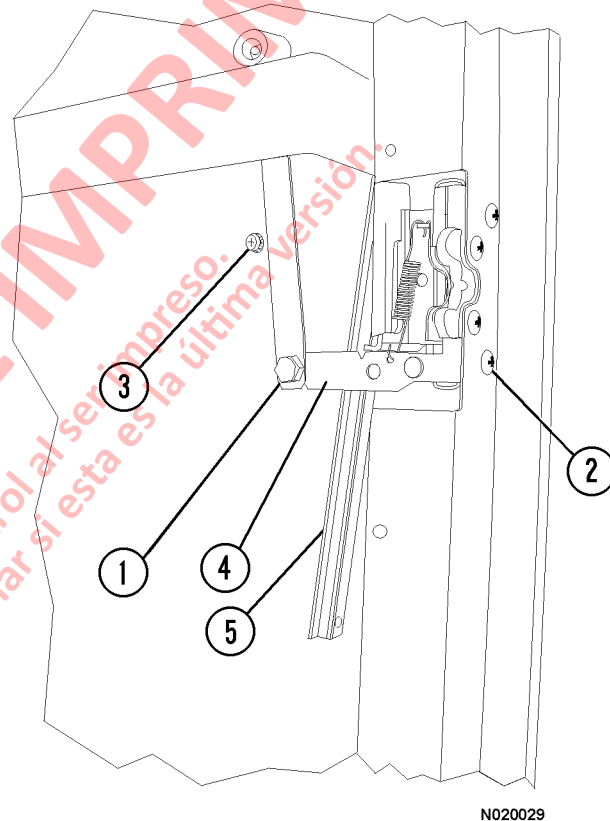

FIGURA 2-14.
3. Saque el tornillo y la tuerca de la palanca de liberación interior (1, Figura 2-14).
4. Saque los cuatro tornillos de montaje (2) que sujetan el mecanismo del seguro a la puerta.
5. Saque el mecanismo del seguro de la puerta (4). Revise si el mecanismo del seguro de la puerta funciona correctamente mediante la siguiente prueba:
6. Saque los tornillos de montaje (3) de la manilla exterior de la puerta. Con la manilla de la puerta desmontada, ajuste el émbolo hacia la izquierda para aumentar la altura del botón de liberación de la manilla de la puerta. Bloquee el tornillo del émbolo con la tuerca de seguridad. Aplique Loctite® para evitar que el tornillo se suelte.
Asegúrese de que el canal en el marco de la ventana (5, Figura 2-14) que está junto al seguro de la puerta pase al lado interno del conjunto del seguro (4).
2. Saque el tornillo y la tuerca (1, Figura 2-14) de la manilla interior de la puerta.
3. Saque los cuatro tornillos de montaje (2) del seguro. Retire el conjunto del seguro.
5. Instale un conjunto de seguro nuevo y alinee los orificios de montaje. Instale los cuatro tornillos de montaje (2, Figura 2-14). Asegúrese de que estén apretados.
6. Alinee la manilla interior de la puerta e instale el tornillo y la tuerca (3).